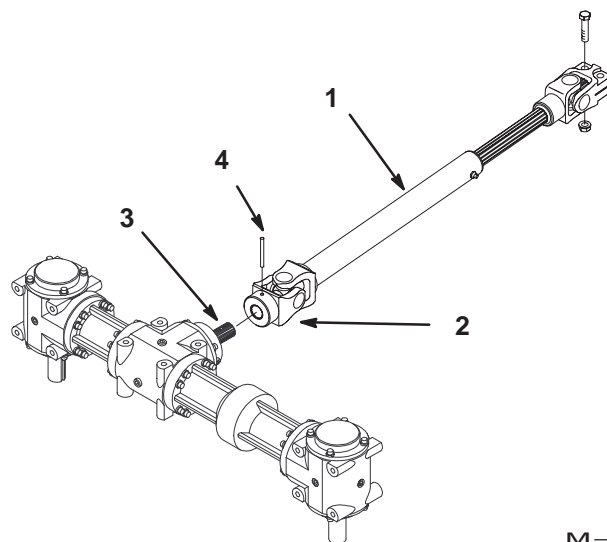

Figure 35
9. Tournez l'arbre de transmission de la PdF afin que les trous se trouvent dans l'alignement du trou de l'arbre du boîtier d'engrenages, et accouplez les deux arbres (Fig. 35).
10. Enfoncez la goupille cylindrique dans le trou pour assujettir l'arbre de transmission de la PdF à l'arbre du boîtier d'engrenages (Fig. 35).